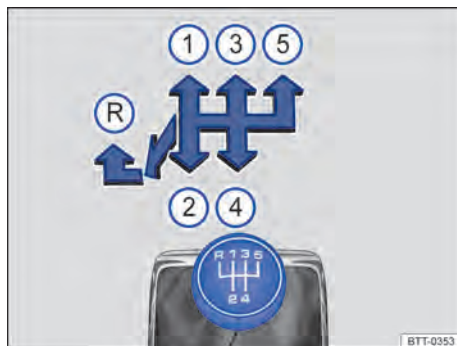

Fig. 103 Esquema de troca de marchas da transmissão manual de 5 marchas.
As posições de cada marcha estão representadas na alavanca de troca de marcha → Fig. 103.
- Empurrar a alavanca de troca de marcha totalmente para a esquerda e depois para frente até a posição da marcha a ré → Fig. 103 .